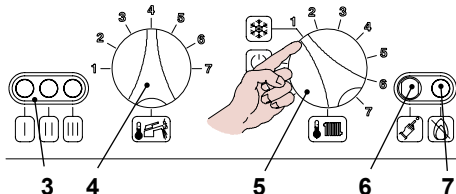

Fig. 2.3
- Suministre alimentación eléctrica a la caldera mediante el interruptor bipolar presente en la instalación; la luz de aviso 3 en Fig. 2.3 parpadea brevemente cada 4 segundos aproximadamente.
- Gire el selector 5 como en Fig. 2.3; la luz de aviso 3 parpadea cada 2 segundos aproximadamente.